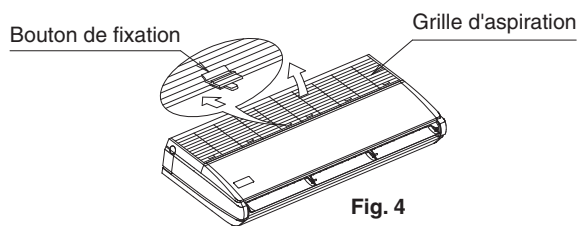

Fig. 4
- Faites glisser les boutons de fixation de la grille d'aspiration (catégories 35, 50: 2 emplacements chacun, catégories 60~140: 3 emplacements chacun) vers l'arrière (comme indiqué par la flèche) pour ouvrir en grand la grille d'aspiration. (Reportez-vous à la Fig. 4)